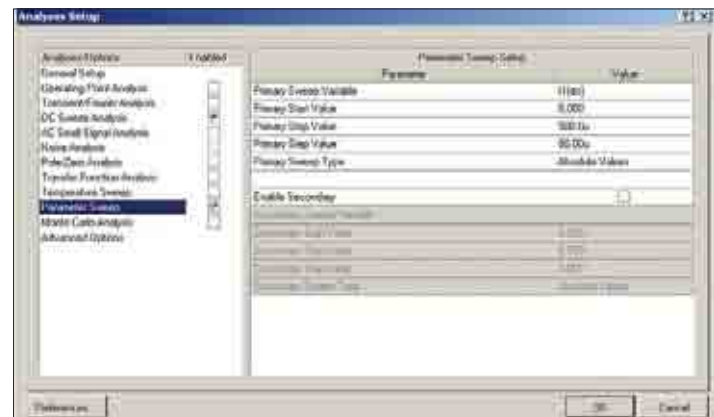

Рис. 6. Настройка параметрического анализа для изменения тока базы
18. В списке справа опишем первичный изменяемый параметр: в поле Primary Sweep Variable укажем переменную I1(dc), зададим значение Primary Start Value равное 0, Primary Stop Value равное 500u (500 мкА), шаг Primary Step Value равным 50u (50 мкА), тип свипирования (Primary Sweep Type) оставим Absolute Values и закроем окно нажатием кнопки ОК (рис. 6).